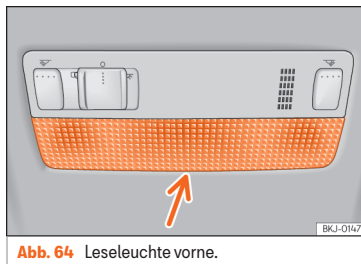

Abb. 64 Leseleuchte vorne.
- Das flache Ende eines dünnen Schraubendrehers zwischen Gehäuse und Glas einführen » **Abb. 64**.